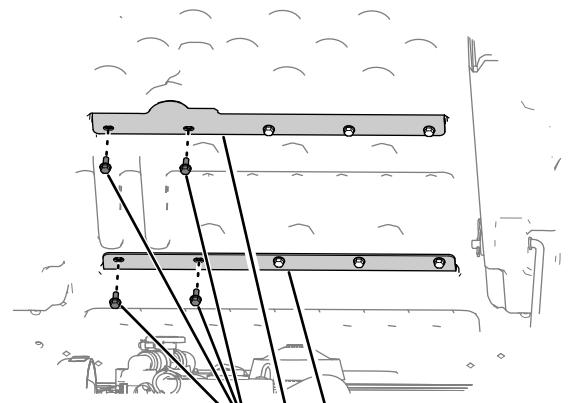

図 5
- 一番左側にあって上側荷台ブレースを荷台に固定している2本のボルト5/16 x 3/4"を外す図 5。
- 一番左側にあって下側荷台ブレースを荷台に固定している2本のボルト5/16 x 3/4"を外す図 5。